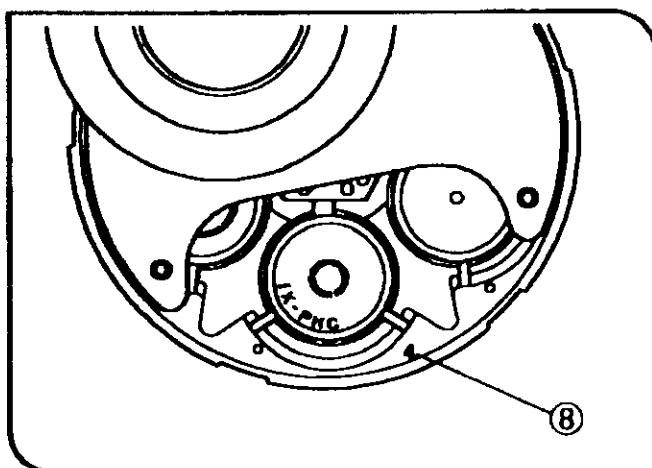

图 51
6. 把随每个光学元件一起提供的标牌⑦插到标牌插孔中，插孔编号⑨与安装相应的光学元件的位置编号⑧是一样的。（图 51 和 52）
④ 注意，IX-ULWCD 没有标牌。
④ 光学元件的编号如果标有“•”，则该光学元件已被插入光路中。
④ 如需拆下光学元件标牌，请使用圆珠笔或自动铅笔的笔尖。